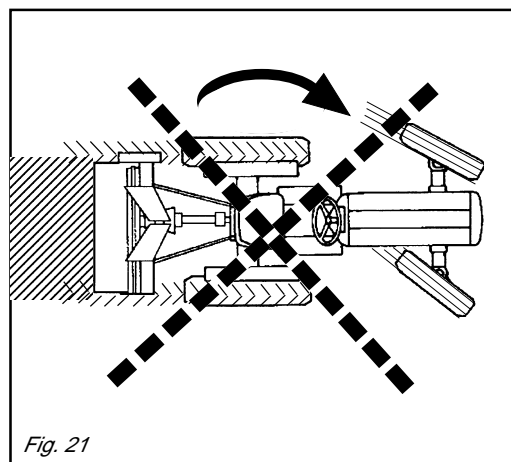
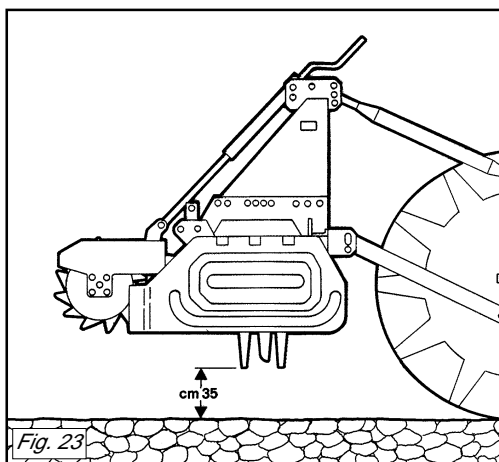

Fig. 21
Fig. 23
macchina interrata, ne tantomeno lavorare in retromarcia (Fig. 21, 22). Sollevarla sempre per i cambiamenti di direzione e le inversioni di marcia. Durante il trasporto, od ogniqualvolta si renda necessario il sollevamento dell'attrezzatura, è opportuno che il gruppo di sollevamento del trattore venga regolato in modo che la macchina stessa non sia sollevata da terra per più di 35 cm circa (Fig. 23).
*Never work in reverse (Fig. 21,22). Always raise the implement in order to reverse or change direction.*
*During transport, or whenever the implement must be raised, it is advisable to adjust the lift unit of the tractor so that the implement itself is not raised more than about 35 cm from the ground (Fig. 23).*
arbeitet, keine Kurven fahren und auch nicht rückwärts fahren (Abb. 21,22). Das Gerät zum Ändern der Richtung und zum Wenden immer ausheben. Während des Transportes, jedesmal wenn das Ausheben des Gerätes erforderlich wird, sollte der Kraftheber des Schleppers immer so eingestellt werden, daß das Gerät nicht mehr als circa 35 cm Abstand vom Boden aufweist (Abb. 23).
*levez toujours l'appareil lors des changements de direction et des inversions de marche (Fig. 21,22). Pendant le déplacement et chaque fois qu'il faut relever la machine, veillez à ce que le groupe de relevage du tracteur soit réglé de manière à la soulever au moins de 35 cm (Fig. 23).*
con la máquina enterrada y no trabajar marcha atrás. Alzarla siempre para cambiar de dirección y para las inversiones de marcha (Fig. 21,22). Durante el transporte, cada vez que se hace necesario alzar el equipo, es conveniente que el grupo de elevación del tractor se regule en modo tal que el equipo mismo no se alce desde el suelo más de 35 cm aprox. (Fig. 23).